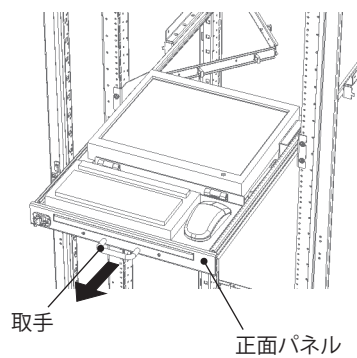

図 13
2. 正面パネルの取手を持ち、手前に引出してください。(図 13)